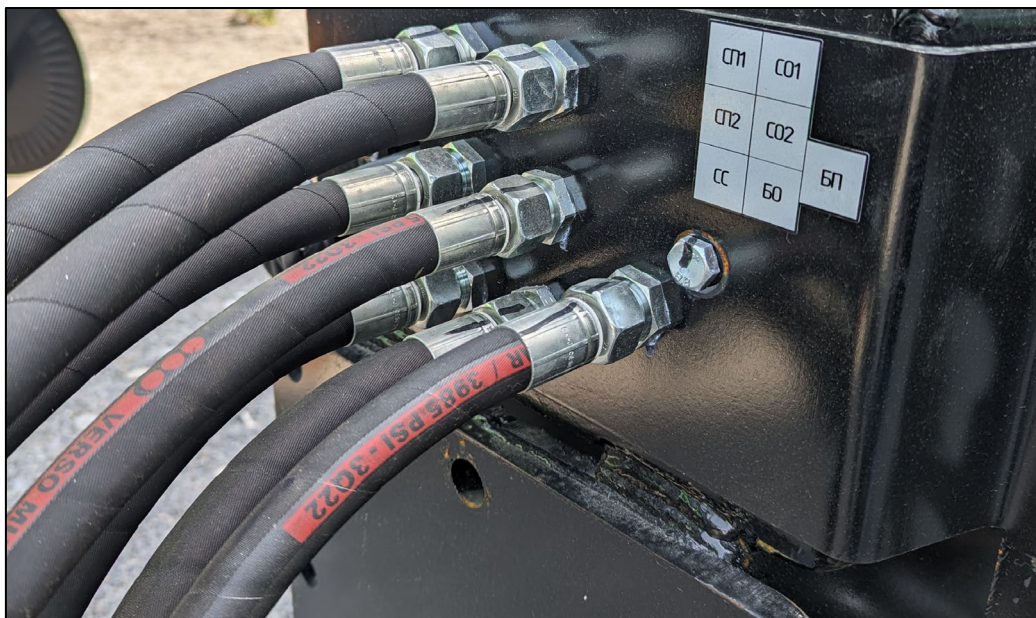

Рисунок 43 – Обозначение РВД
- Соедините РВД линии турбины и загрузочного шнека с разъемом гидрораспределителя секции с регулируемым потоком рабочей жидкости. Разъемы БП, БО и СС (БП – бункер подача БО – бункер обратка СС – свободный слив (дренаж)), рис. 43.